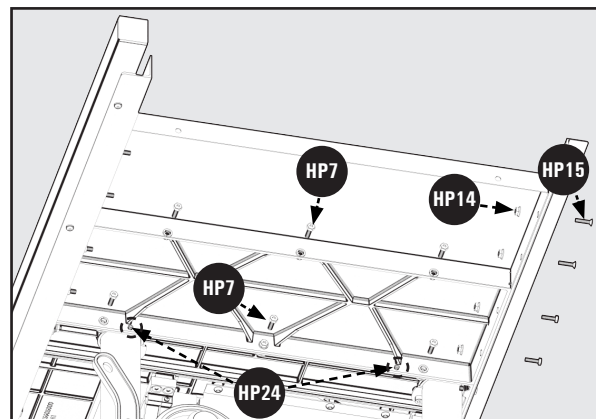

Figura 9
6. Gire las dos alas unidas y sujételas al lado de la mesa de la sierra utilizando tres tornillos de cabeza hexagonal de 5/16 18 x 7/8 pulgadas con arandelas de seguridad divididas (HP7). Vea la Figura 9.
NOTA: Hay cuatro tornillos de fijación 5/16-18 (HP24) para el ala de extensión de hierro fundido para la 36-5100 T2. Dos tornillos de fijación para cada ala de extensión de hierro fundido. Los tornillos de fijación se utilizan para ajustar el nivel. Vea la Figura 9.
NOTA: Hay cuatro tornillos de fijación (HP24) de 5/16-18 para las alas de extensión de hierro fundido para la 36-5100 T2. Dos tornillos de fijación para cada ala de extensión de hierro fundido. Los tornillos de fijación se utilizan para ajustar el nivel. Vea la Figura 9.